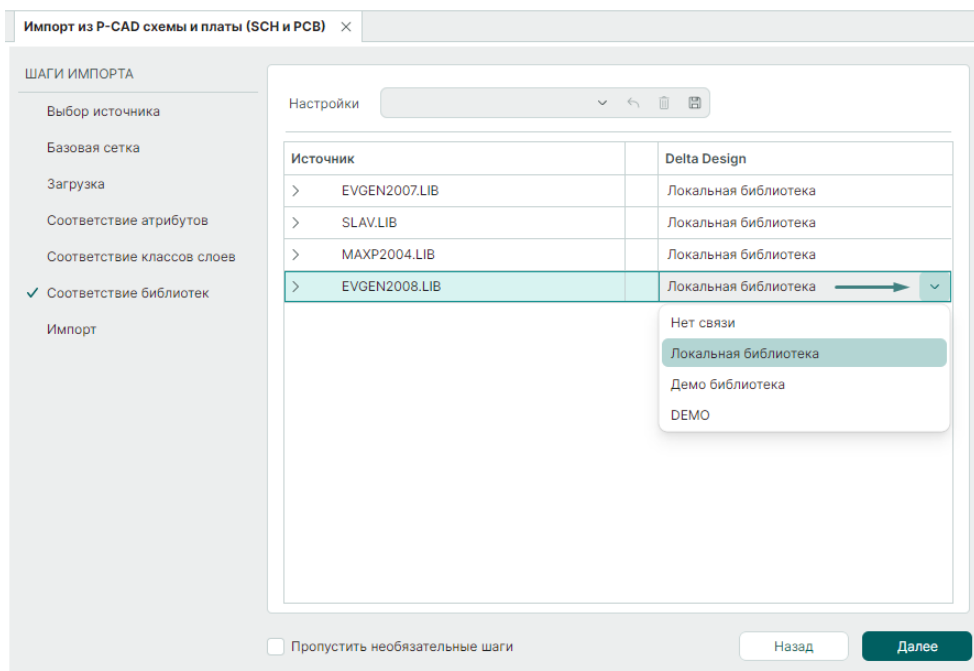

Рис. 37 Соответствие библиотек
10. На этапе «Соответствие библиотек» проставьте соответствие импортируемых библиотек, см. Рис. 37, и нажмите «Далее».